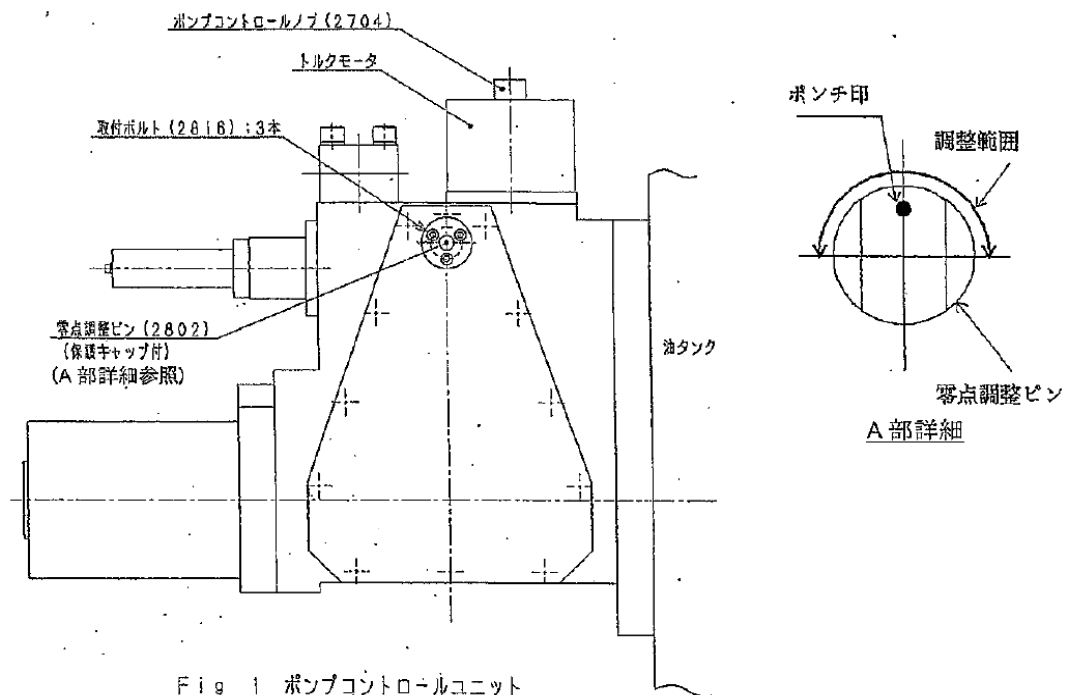

Fig 1 ポンプコントロールユニット
2. ポンプコントロールユニット(FIG.1参照)中立時、サーボポンプの圧力が $1.8 \sim 2.0 \text{MPa}$ ($18 \sim 20 \text{kgf/cm}^2$)
3. トルクモータ上のポンプコントロールノブ(FIG.1 2704)を右側いっぱい回して手を離し、
5-(1) ポンプコントロールユニットの零点調整部の保護キャップ(FIG.1参照)を外す。
5-(2) 零点調整ピン(FIG.1 2802)を大型のモンキースパナ(300mm程度)で掴み、
この場合、零点調整ピンの取付ボルト(FIG.1 2816, 3本)は緩めずに調整する。
(注) 零点調整ピンの調整後に取付けボルト(FIG.1 2816, 3本)を締めてはいけない。